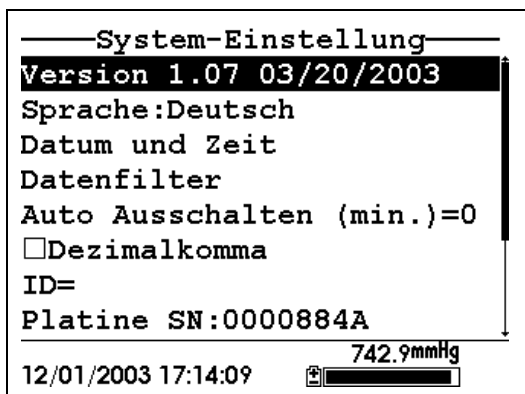

Abbildung 10.2 System-Einstellung-Bildschirm
2. Verwenden Sie die Pfeiltasten, um die Selektion **Datum und Zeit** im System-Einstellung-Bildschirm hervorzuheben. Siehe Abbildung 10.2 System-Einstellung-Bildschirm.
2. Verwenden Sie die Pfeiltasten, um die Selektion **Auto Ausschalten** im System-Einstellung-Bildschirm hervorzuheben. Siehe Abbildung 10.2 System-Einstellung-Bildschirm.
2. Verwenden Sie die Pfeiltasten, um die Selektion **Dezimalkomma** im System-Einstellung-Bildschirm hervorzuheben. Siehe Abbildung 10.2 System-Einstellung-Bildschirm.
2. Verwenden Sie die Pfeiltasten, um die Selektion **Barometer Einheiten** im System-Einstellung-Bildschirm hervorzuheben. Siehe Abbildung 10.2 System-Einstellung-Bildschirm.